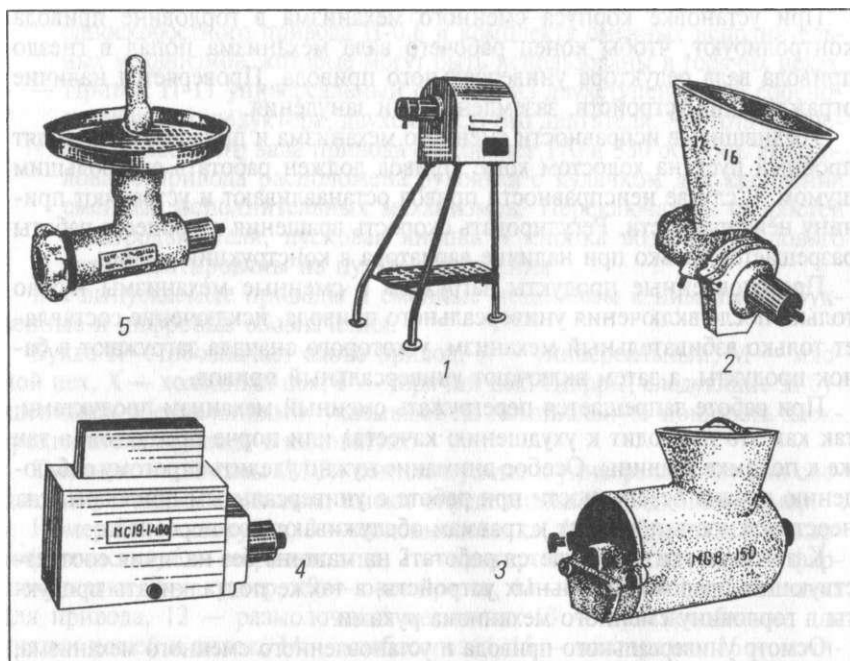

Рис. 2-1. Привод ПМ-1,1 для мясо-рыбного цеха.
***Привод ПМ-1,1 (рис. 2.1)*** с комплектом сменных механизмов предназначен для механизации процессов переработки мясных и рыбных продуктов на предприятиях общественного питания.